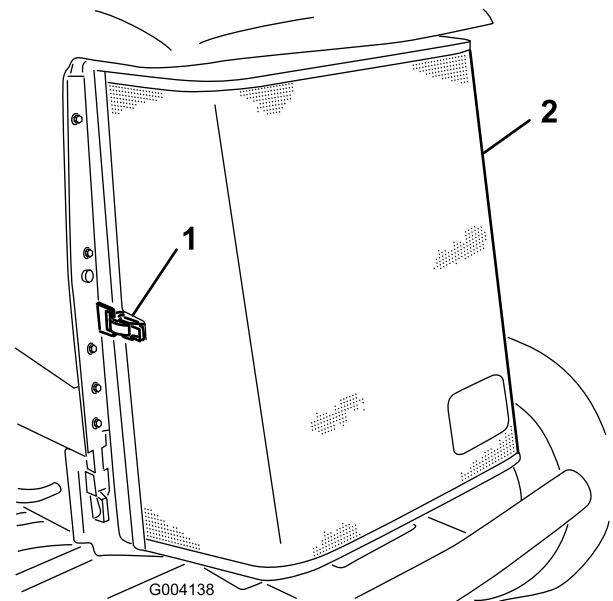

Figura 56
3. Sbloccate il morsetto e aprite la griglia posteriore (Figura 56).